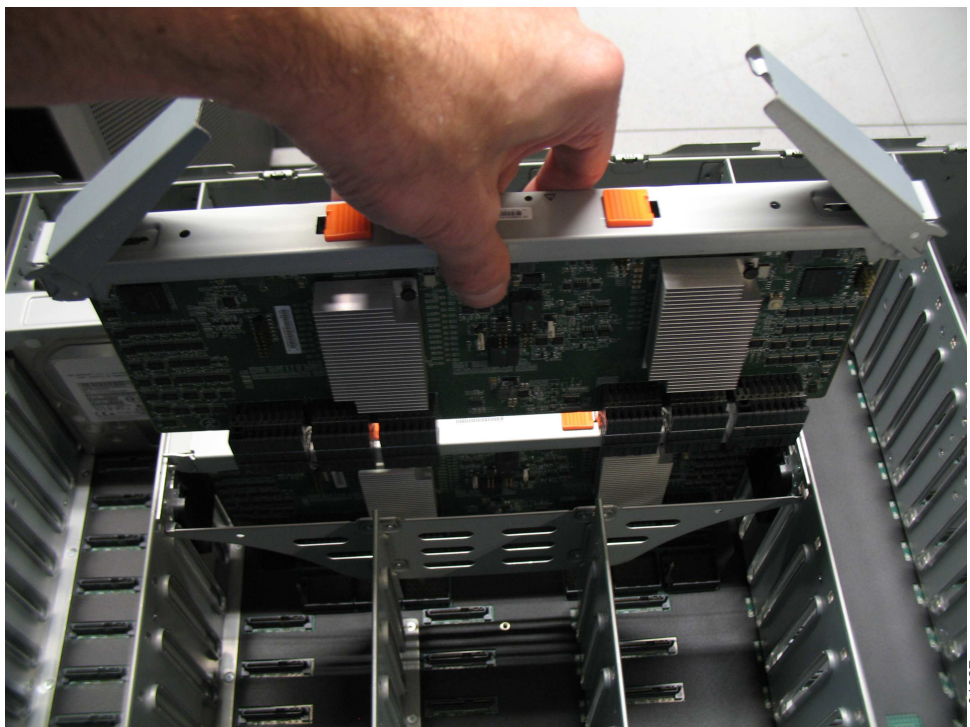

图 93. 卸下辅助扩展器模块
4. 从机柜中小心地抬起辅助扩展器模块，如第 108 页的图 93 中所示。